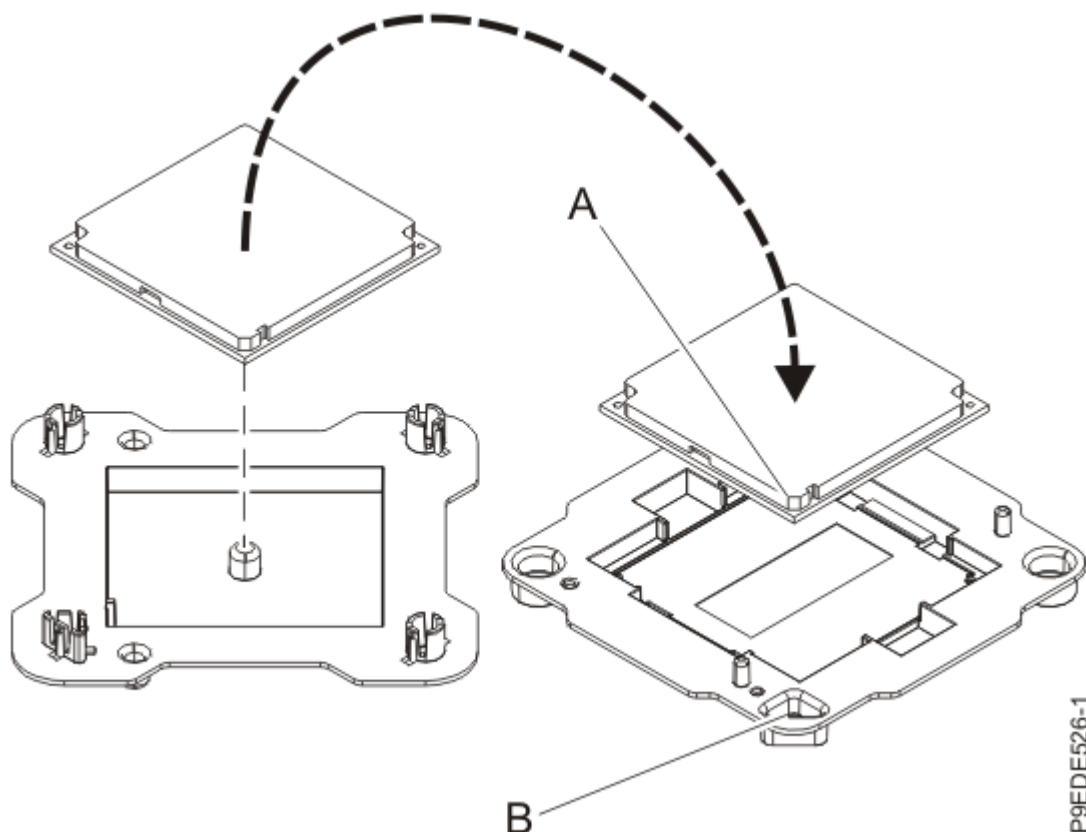

図 26. パッケージへのシステム・プロセッサ・モジュールの設置
9. 再取り付けしたシステム・プロセッサ・モジュールの端を軽くつかみ、持ち上げてパッケージ・カバーから外します。モジュールの斜めになった隅(A)をパッケージ隅の三角(B)と位置合わせして、パッケージ内に配置します(28 ページの図 26 を参照)。パッケージ・カバーを閉じます。